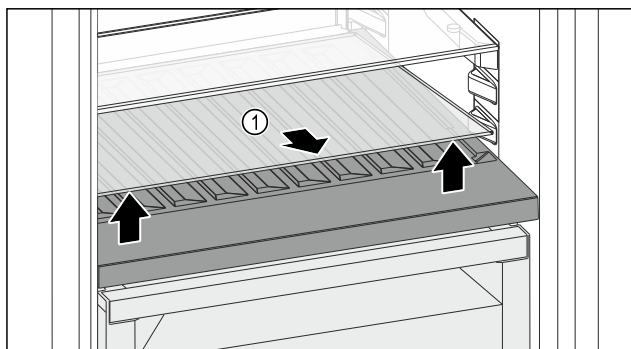

Fig. 116
- ▶ Sklenú dosku Fig. 116 (1) na vybrání vpredú nadvihnite a vytiahnite.
- ▶ Sklenú dosku Fig. 116 (1) bezpečne uchovávajte mimo zariadenia.